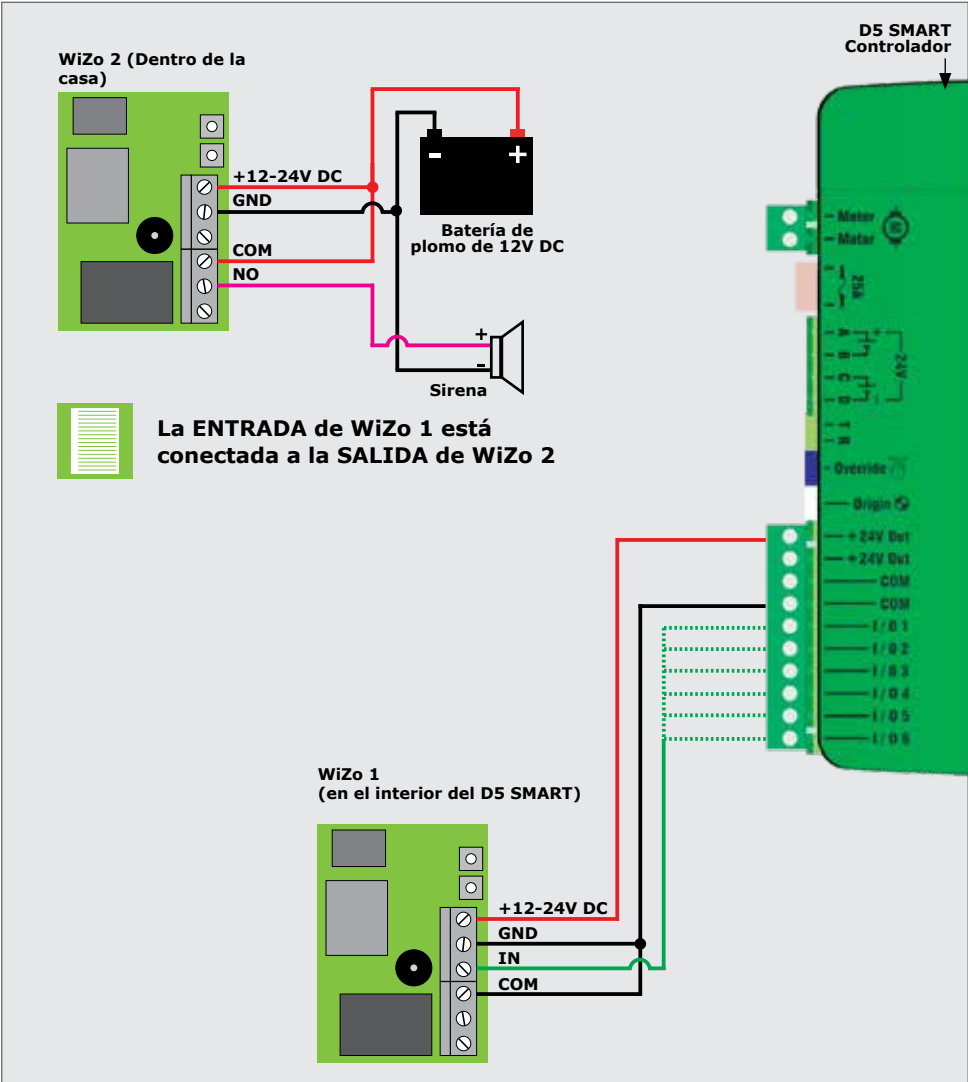

FIGURA 86. CONEXIÓN DE ALARMA ANTIRROBO CON DOS WIZOS
- El pulsador/ACT, (cable verde), en la Figura 86, puede ser conectado a la E/S 1 - E/S 6, dependiendo de las necesidades individuales del sitio.